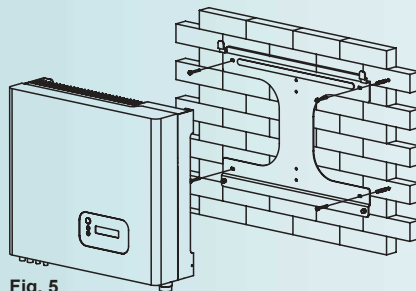
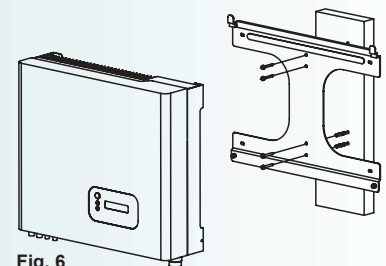

Fig. 5
Fig. 6
- Se pueden utilizar los 4 orificios oblongos situados en las cuatro esquinas del marco de montaje (Fig. 5) o bien los 4 orificios redondos alineados en el eje vertical del marco de montaje (Fig. 6).
- Instalar y fijar el soporte con los 4 tornillos de montaje (Fig. 5 o Fig. 6).